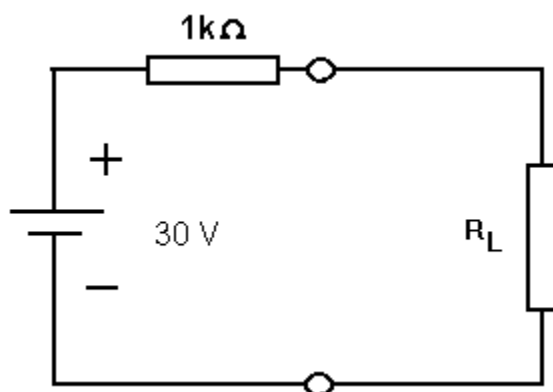

Figura 2. Circuito para determinar la máxima transferencia de potencia.
7. ¿Qué valor de resistencia debe conectarse en el circuito de la Figura 2 para obtener la máxima transferencia de potencia?
1. Arme el circuito de medición de la Figura 2. En la resistencia R_L , coloque un potenciómetro analógico de $5k\Omega$.